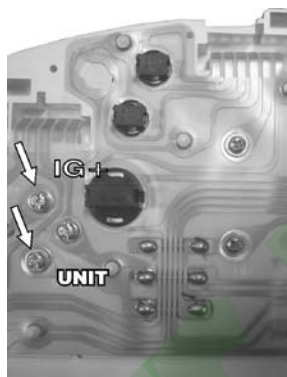

рис.9 Печатная плата комбинации приборов
3.18 Подключение ДУТ. На печатной плате комбинации приборов от контакта 10 (черно-белый провод), средней 12-ти контактной колодки комбинации приборов), подходит токопроводящая дорожка к винту с надписью “UNIT”. Подсоедините **розовый** провод из жгута БК к этому винту (указан стрелкой на рис.9).
3.19 Подключение “зажигание”. На печатной плате комбинации приборов от контакта 6 (розовый провод), левой 10-ти контактной колодки комбинации приборов, подходит токопроводящая дорожка к винту с надписью “IG+”. Подсоедините **красно-белый** провод из жгута БК к этому винту (указан стрелкой на рис.9).